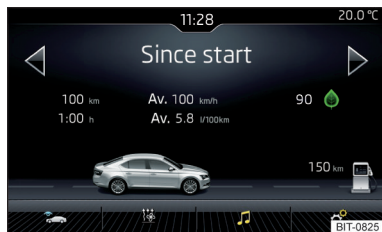

Fig. 254
► Pulsar la tecla/el campo de sensor **CAR** / **MENU** → , se visualiza el menú principal con las siguientes superficies funcionales » fig. 254.